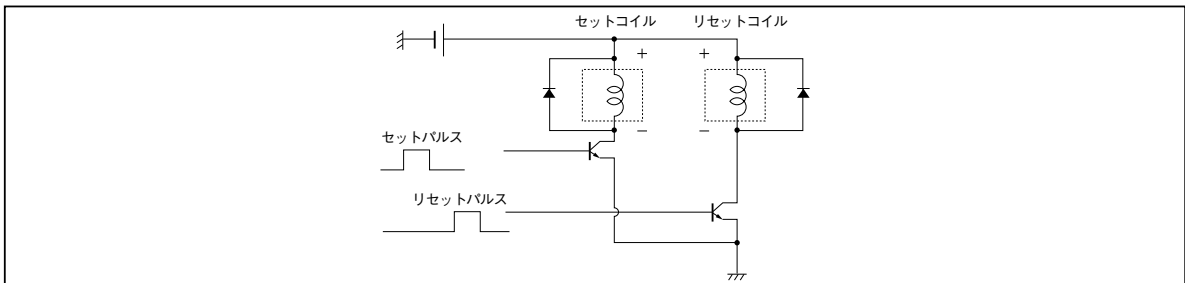

図10 ラッチング駆動回路例(2巻線型の場合)
(7) ラッチングリレーの駆動回路について
- ①リレーコイルは誘導性のインピーダンスを持つためコイル電流の遮断時に逆起電力が発生します。この逆起電力がリレードライバのトランジスタを破壊することがあるため、一般にコイルと並列にダイオードを付加しますが、1巻線ラッチングリレーではコイルの印加電圧方向を反転して使用するため、ダイオードが使用できません。そこで、1巻線ラッチングリレーをご使用の場合は、逆方向耐圧の十分に高いトランジスタを選定してください。
- ②ラッチングリレーはパルス状のコイル電圧で駆動しますが、この時のパルス幅は10ms以上としてください。時間が短いと動作しない場合があります。
- ③リレーの内部接続図に指定した極性通りにコイル電圧を印加してください。また、2巻線ラッチングリレーの場合、セットコイルとリセットコイルに同時に電圧が印加されないようご注意ください。(図10参照)